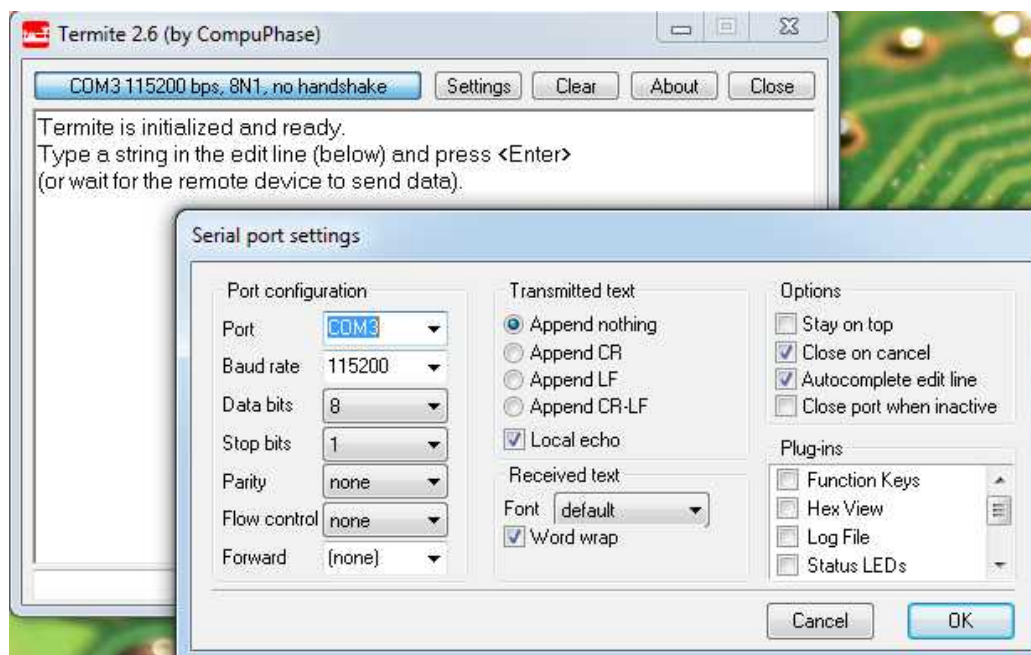

Figura 11: Configuração do programa Termite.
- 3) Execute o programa Termit, e pressione o botão “Settings” para configurá-lo de acordo com a Figura 11.